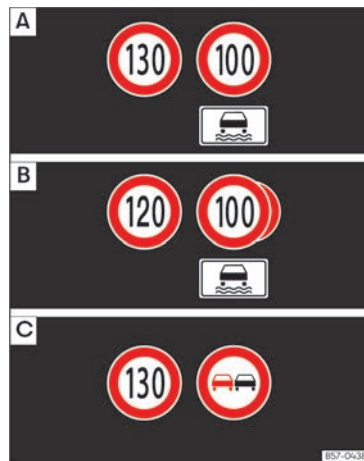

Abb. 8 Bildschirm im Kombi-Instrument: Beispiele für erkannte Geschwindigkeitsbeschränkungen oder Überholverbote mit ihren zugehörigen Zusatzzeichen.
Die vom System erkannten Verkehrszeichen werden am Display des Kombi-Instruments >>> **(Abb. 8)** und je nach installiertem Navigationssystem auch im Infotainment-System angezeigt.
Nach Überprüfung und Auswertung der Informationen der Kamera, des Infotainment-Systems sowie der aktuellen Fahrzeugdaten werden im System bis zu drei aktuelle Verkehrszeichen >>> **(Abb. 8)** mit den entsprechenden Zusatzinformationen angezeigt.
- **Erste Stelle:** Das für den Fahrer gegenwärtig gültige Verkehrszeichen wird auf dem Bildschirm links angezeigt. Zum Beispiel die Geschwindigkeitsbegrenzung 130 km/h [100 mph] >>> **(Abb. 8)** **A**.
»» (Abb. 8) [C].